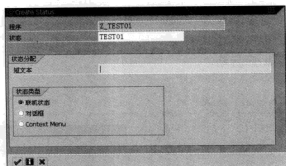

图 12-38 创建“GUI 状态”对话框
STEP 3 在弹出的对话框中输入“短文本”描述,“状态类型”选择“联机状态”选项,然后单击“”按钮,如图 12-38 所示。